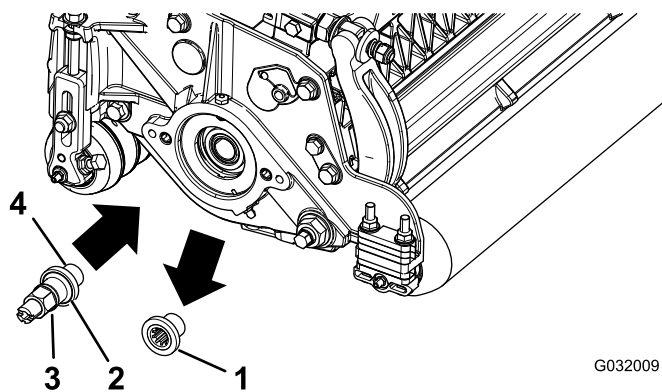

Рисунок 2
2. Снимите резьбовую вставку режущего блока привода щетки заднего катка и удалите ее в отходы (Рисунок 2).
4. Нанесите стопорящий состав для резьбы на резьбовые поверхности ведущего вала (Рисунок 2) и установите левый или правый ведущий вал, затянув его с моментом от 115 до 129 Н·м.